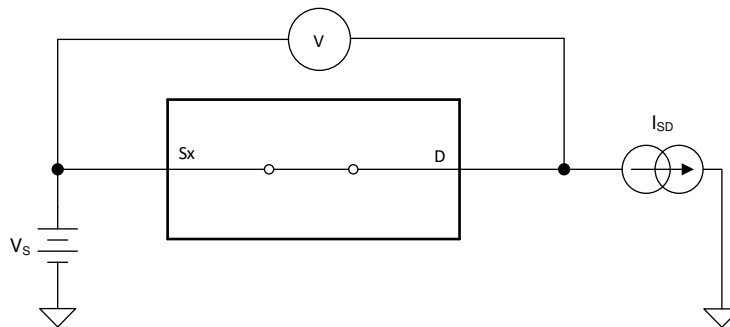

図 6-1. オン抵抗測定時の構成
デバイスのオン抵抗は、デバイスのソースピン (Sx) とドレインピン (D) の間の抵抗値 (Ω) です。オン抵抗は、入力電圧と電源電圧によって変化します。オン抵抗は、記号 R_{ON} を使用して示されます。 R_{ON} の測定時に使用する構成を次の図に示します。図 6-1 に、この構成で測定された電圧 (V) と電流 (I_{SD}) を使用して、式 $R_{ON} = V / I_{SD}$ により R_{ON} を算出する方法を示します。